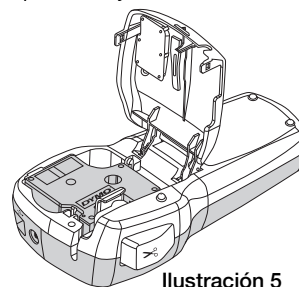

Ilustración 5
- 3 Introduzca el cartucho y presiónelo con firmeza hasta que encaje en su sitio. Vea la Ilustración 5.